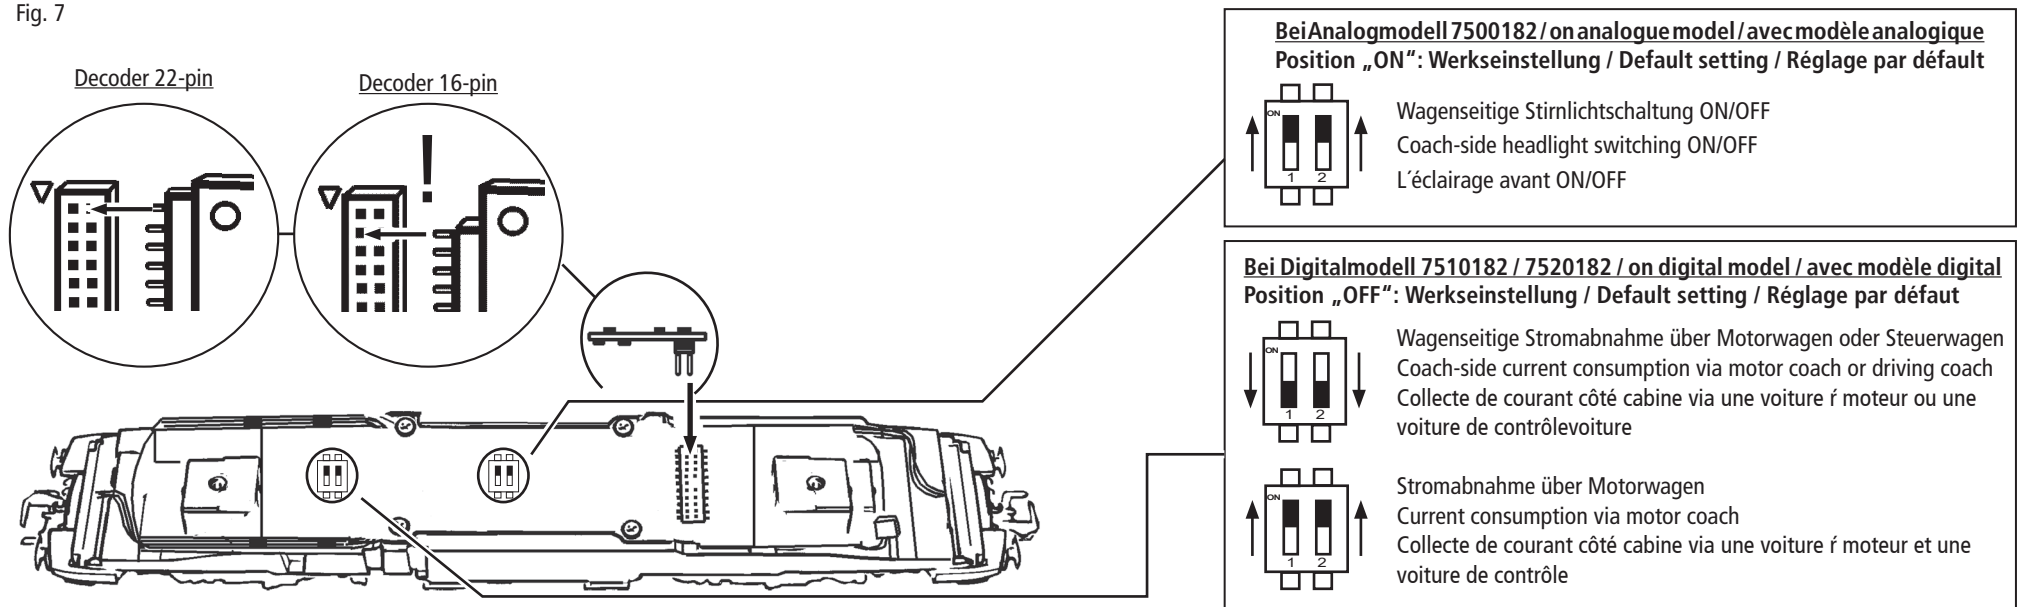

Fig. 8
2. Schmierung: Versehen Sie die im Schmierplan in Fig. 8 gekennzeichneten Stellen mit nur **kleinen Öltropfen**. Dazu zuerst das Lokgehäuse abnehmen (Fig. 3). Wir empfehlen den **ROCO Öler Art.-Nr. 10906**. Fürs Schmieren der Getriebeteile (Zahnräder, Schnecke) empfehlen wir das **ROCO-Spezialfett Art.-Nr. 10905**. Im Falle der Schmierung diese Teile **nicht ölen**.
2. Lubrication: Apply **tiny oil drops** to spots marked in fig. 8. Prior to lubrication dismantle locomotive (fig. 3). We recommend using item no. **10906, Roco oiler**. For lubrication the gearparts (e.g. cogwheels, worm) we would recommend our Roco **special grease** (item no. **10905**).
2. Graissage: N'appliquez **qu'une tout petite goutte** aux endroits indiqués par le plan de graissage (fig. 8) après avoir démonté la caisse de la locomotive (fig. 3). Nous vous recommandons le **graisseur à huile Roco réf. 10906**. Pour graisser les engrenages (roues dentées, vis sans fin) nous vous conseillons la **graisse spéciale Roco réf. 10905** pour engrenages en matières synthétiques. Lorsque vous utilisez cette graisse il faut éviter d'huiler ces composants.